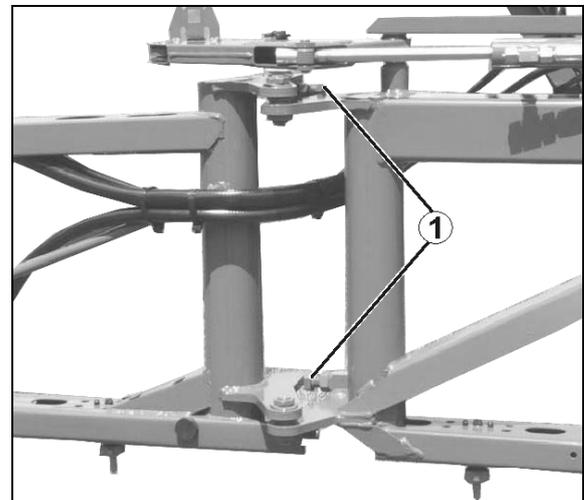

図 181
1. 微調整ねじ (図 181/1) のロックナットを外します。